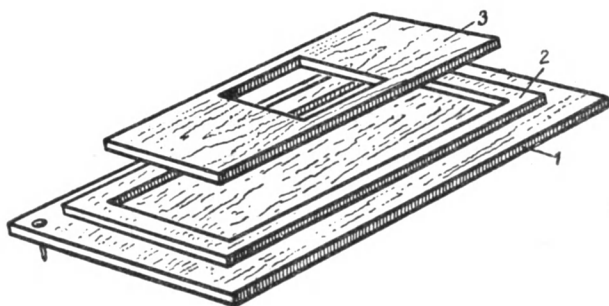

Рис. 14. Копировальная рамка для проекционной печати стереодиапозитивов.
Для печати стереопар с негативных пленок аппаратов «Смена» и «Зоркий» приходится применять фотоувеличитель. В этом случае оказывается очень полезной специальная рамка для печати стереоснимков (она изображена на рис. 14). На доске-основании (1) приклеена рамка (2) из фанеры толщиной 4—5 мм. Внутри рамки при печати закладывается диапозитивная пластинка или фотобумага.